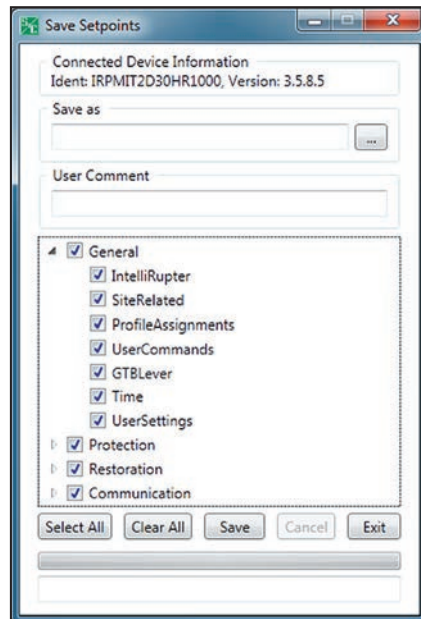

Figura 51. Guardar los Puntos de Ajuste en el cuadro de diálogo.
- PASO 3.** En el cuadro de diálogo Save Setpoints, haga clic en los recuadros de selección para los grupos que se van a guardar. Ver Figura 51.